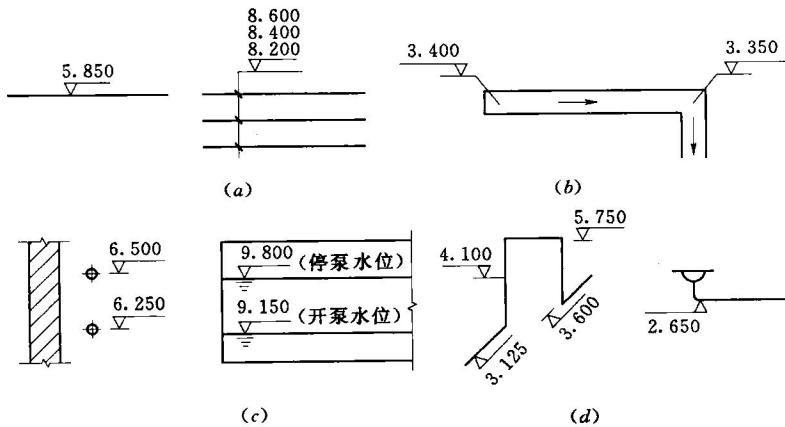

图 1.1 标高的标注方法
(1) 标高。标高是表示管道或建筑物高度的一种尺寸形式。标高有绝对标高和相对标高两种，绝对标高是以我国青岛附近黄海的平均海平面作为零点的，相对标高一般以建筑物的底层室内主要地坪面为该建筑物的相对标高的零点，用+0.000 表示；标高的标注形式如图 1.1 所示，标高符号用细实线绘制，三角形的尖端画在标高的引出线上表示标高的位置，尖端的指向可以向上也可以向下；标高值是以 m 为单位的，高于零点的为正（如 5.000，表示高于零点 5m），低于零点的为负（如 -5.000 表示低于零点 5m）；一般情况下地沟标注沟底的标高，压力管道标注管中心的标高，室内重力管道标注管内底标高。
标高的标注方法应符合图 1.1 的规定:
- 1) 平面图中,管道标高应按图 1.1 (a) 所示的方式标注。
- 2) 平面图中,沟渠标高应按图 1.1 (b) 所示的方式标注。
- 3) 剖面图中,管道及水位的标高应按图 1.1 (c) 所示的方式标注。
- 4) 轴测图中,管道标高应按图 1.1 (d) 所示的方式标注。